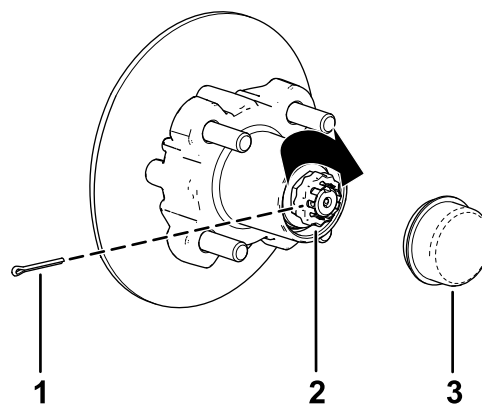

図 33
8. ナットの上からリテーナを取り付け、リテーナのスロットとスピンドルのスロットが整列しているかどうか確かめる 図 33。
9. コッターピンを取り付け、ピンの足をリテーナに巻き付けるように曲げる 図 33。
10. ハブにダストキャップを取り付ける 図 33。